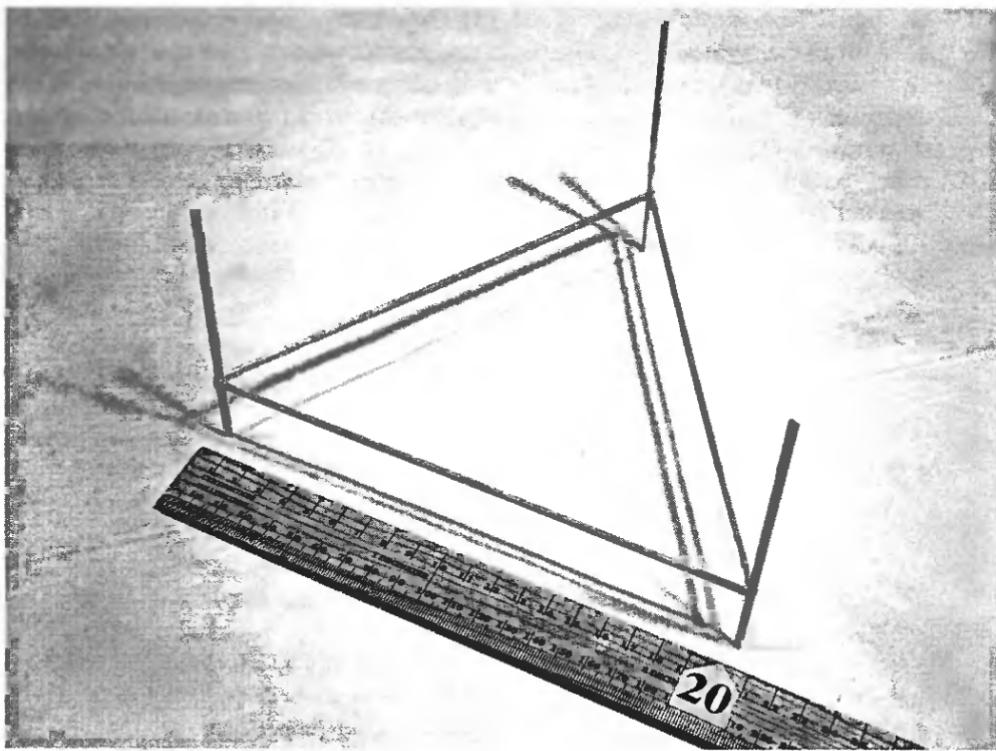

Рис. 1.14. Опоры из дерева бальза в сборе
4. Завершите сборку каркаса (рис. 1.14). Склейте вместе три опоры каркаса подъемного аппарата с использованием суперклея, как в предыдущем пункте. Приклейте концы пластинок 20 см, которые вы еще не соединили, к другой стороне отметок 4 см, которые вы нанесли на вертикальные пластины. Убедитесь, что концы каркаса подъемного аппарата направлены вверх, как это показано на рисунке.